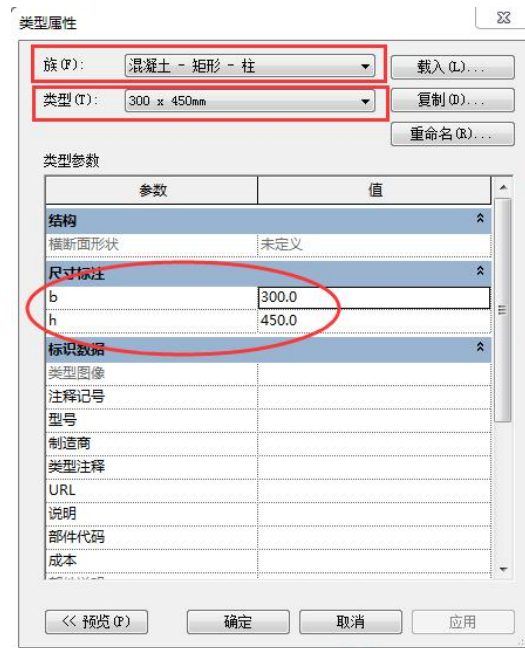

图 3 类型属性
例如，图 3 中，族“混凝土-矩形-柱”中的类型“300x450mm”的截面尺寸参数 b 和 h 就属于类型属性参数。若修改 b、h 值，则项目中所有属于“300x450mm”类型的实例均被修改。
- ③编辑类型。单击“编辑类型”按钮将会弹出“类型属性”修改对话框，对“类型属性”进行修改将会影响该类型的所有图元。
**【注】**对“类型属性”的解释见“绪 Revit Architecture 软件概述”章节中的图 3。